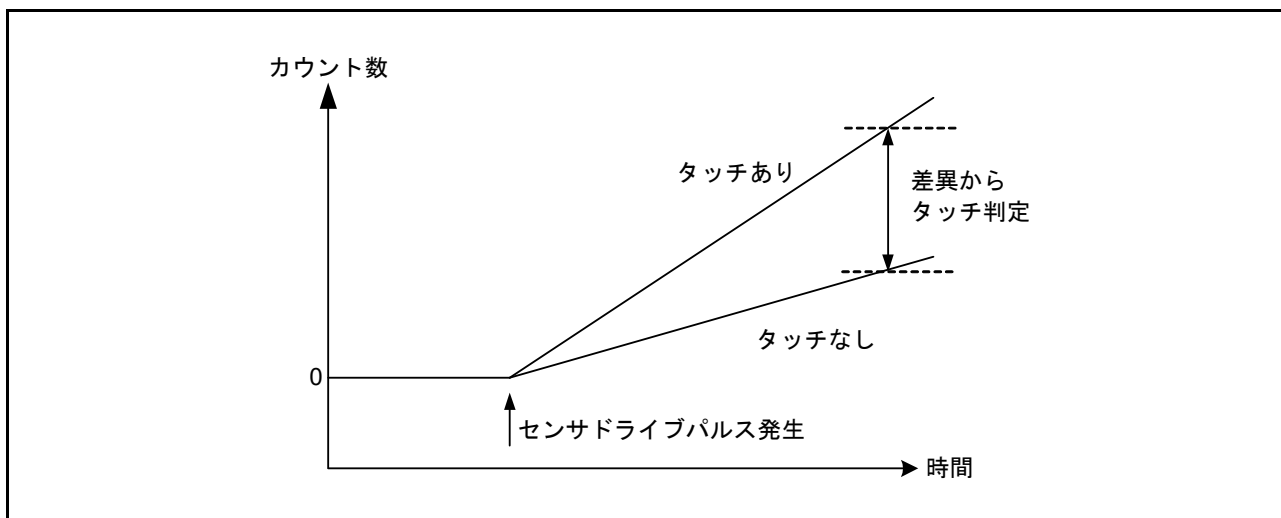

図 44.7 接触／非接触による計測値の変化
3. 手順 1. および 2. に示す電極の充放電の切り替えを繰り返すことで、スイッチドキャパシタフィルタに電流が流れます。この時点で指が接近していれば、容量および流れる電流が変化します。TSCAP 電源を生成する回路からスイッチドキャパシタフィルタに流れる電流に比例した制御電流を ICO に供給することで、クロックを生成します。カウンタは、指が接近しているかどうかにより変化するクロック周波数を計測します。ソフトウェアは、カウンタから読み出した値に基づき指の接触を判断します (図 44.7)。